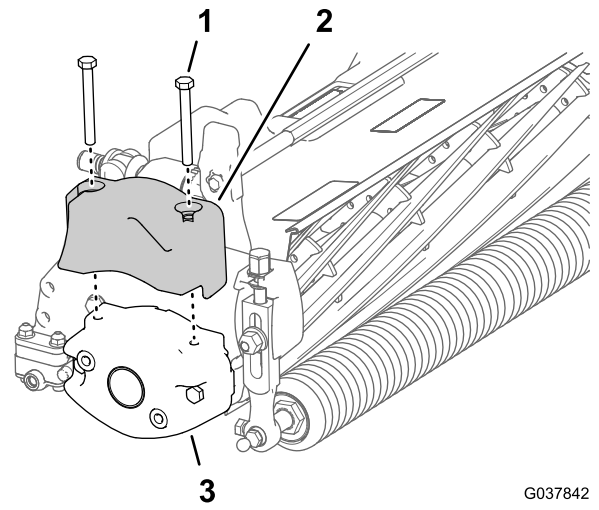

图3
5. 如果要将此套件安装到 TriFlex 混合动力机器的滚刀组上应卸下将电气配重块固定到滚刀上的 2 个平头螺丝然后卸下配重块图3。